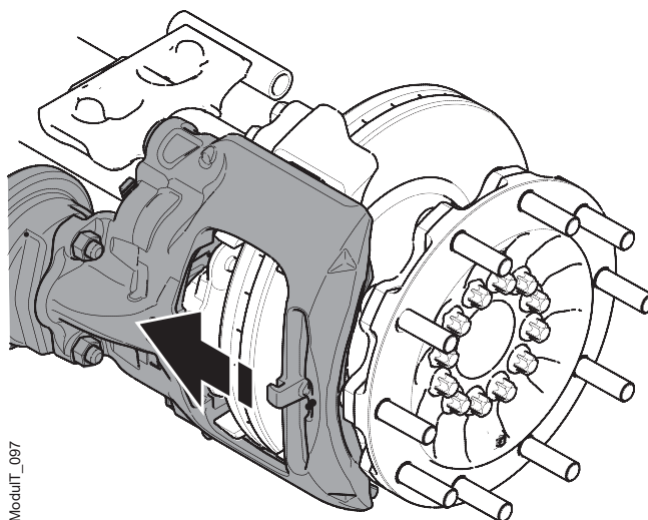

Figura 90. Posição interna da pinça de freio
1. Empurre manualmente a pinça de freio o máximo possível na direção da seta. Consulte a figura 90.